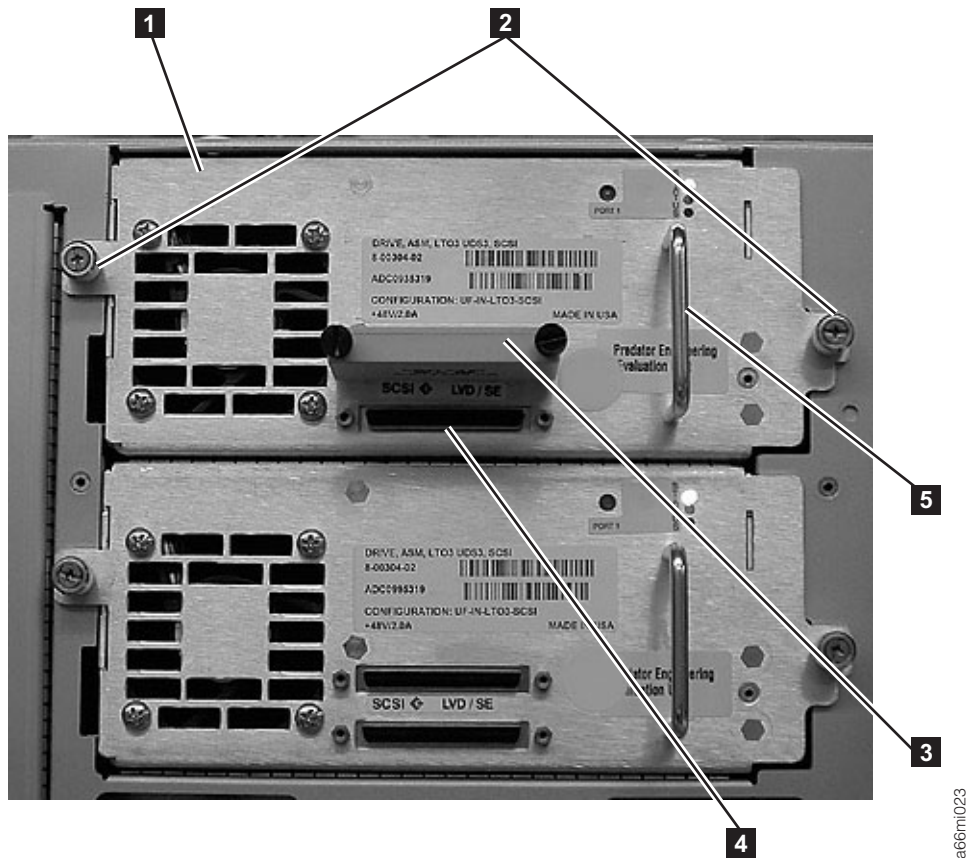

Рисунок 11-5. Управляющий модуль с двумя салазками
- b. После того, как салазки накопителя будут установлены (**1** на рис. 11-5 на стр. 11-8), затяните винты (**2** на рис. 11-5 на стр. 11-8).
- c. Подключите интерфейсные кабели к накопителю. В конфигурации, показанной на рис. 11-5 нижний разъем SCSI (**4** на рис. 11-5) используется для соединения модуля с хостом, а к верхнему разъему терминатор подключен шины SCSI (**3** на рис. 11-5).
3. Открутите винты (**2** на рис. 11-5 на стр. 11-8), удерживающие накопитель, поворотом их против часовой стрелки.
4. Выдвиньте накопитель из модуля библиотеки. Возьмитесь за ручку (**5** на рис. 11-5 на стр. 11-8) и плавно потяните на себя, поддерживая салазки накопителя снизу.
2. Закрутите винты (**2** на рис. 11-5 на стр. 11-8), удерживающие накопитель, поворотом их по часовой стрелке.